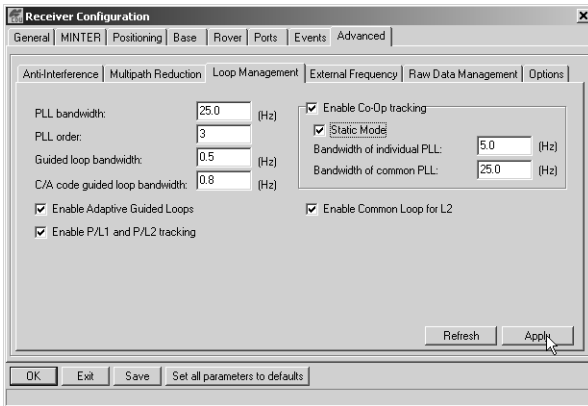

Figura 2-18. Configuración Avanzada – Gestión de Bucles
6. Haga clic en la pestaña **Loop Management** (Gestión de Bucle), habilite las siguientes casillas y haga clic en **Apply** (Figura 2-18).